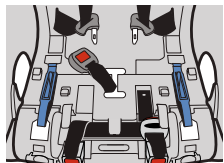

Figura 13
- Deslice el cinturón hacia un lado de la ranura de la correa de la entrepierna y empuje el borde del cinturón hacia la ranura de ajuste, como se muestra en la **figura 13**.